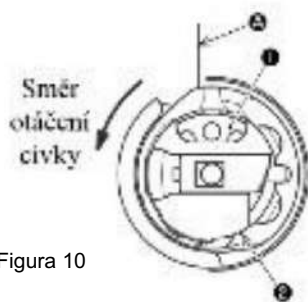

Figura 10
- Inserte la bobina con el hilo inferior (1) en la caja de la bobina (2) de manera que la bobina gire en la dirección de la flecha al formar la puntada. (Figura 10)